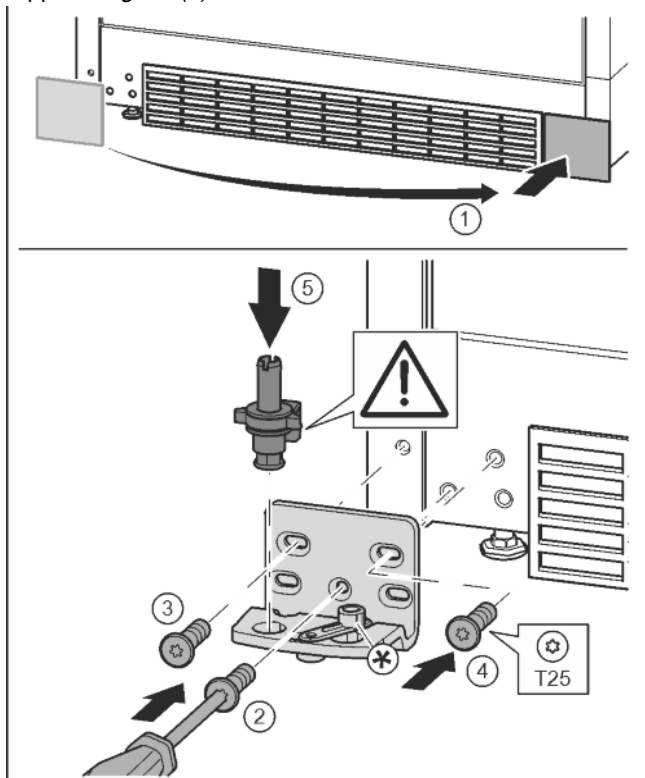

Fig. 16
- ▶ Asportare la copertura e applicarla sull'altro lato. Fig. 16 (1)
- ▶ Applicare il blocco di supporto sull'altro lato e avvitare con un cacciavite T25. Iniziare dalla vite 2 centrale in basso. Fig. 16 (2)
- ▶ Serrare la vite 3 e 4. Fig. 16 (3, 4)
- ▶ Inserire completamente il perno di supporto. Prestare attenzione che l'arresto sia rivolto verso il lato posteriore. Fig. 16 (5)